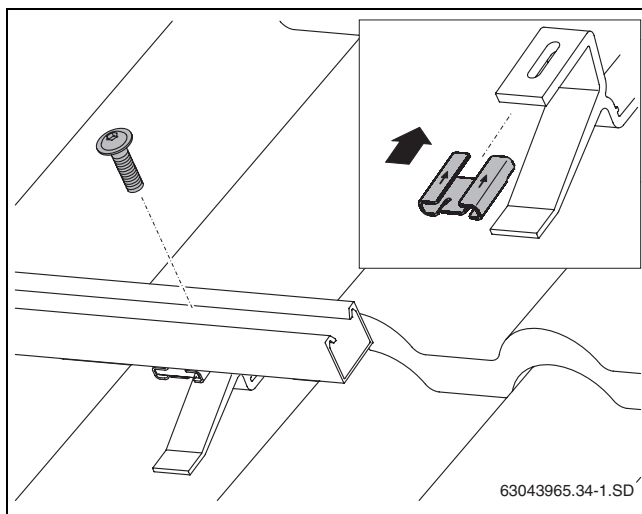

Bild 28 Profilschienen am Dachhaken befestigen
- ▶ Schiebemutter (Bild 28, [1]) in Pfeilrichtung auf den Dachhaken schieben.
- ▶ Die unteren Profilschienen (Bild 28, [2]) auf die Dachhaken legen und Schraube M8 (Bild 28, [3]) nur leicht anziehen, damit die Profilschienen noch ausgerichtet werden können.